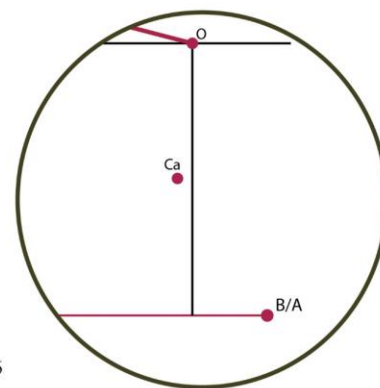

fig.96
a) Caso você tenha seios pequenos e erguidos, use o próprio ponto B também como ponto A, como na Fig.96: